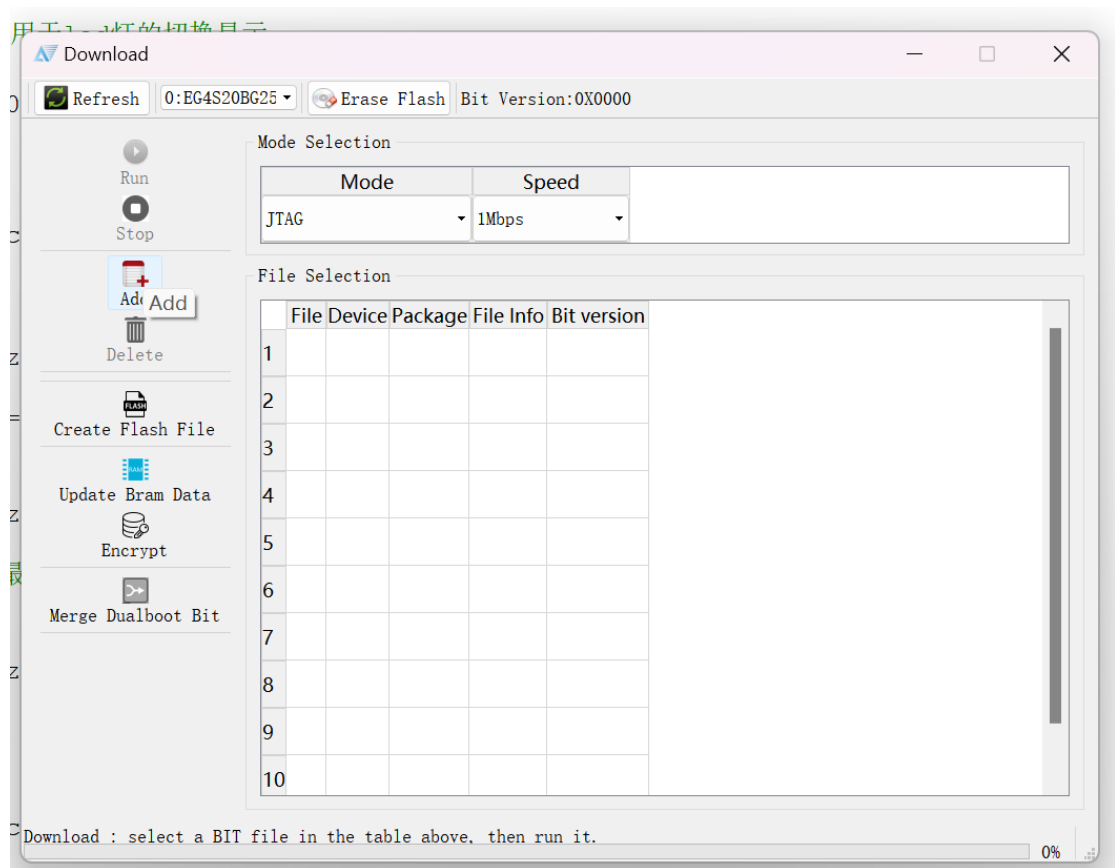

图 34 点击添加
- 2) 如果打开之后点 File Selection 下没有烧录文件，击 add 进行添加。如图 34 和 35 所示。点击打开。